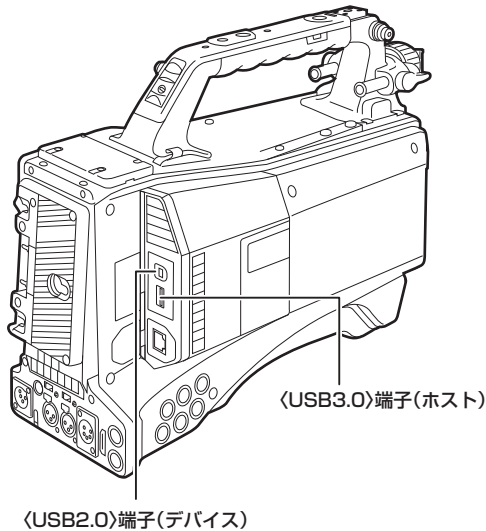

図 1
**1** 〈USB2.0〉 端子 (デバイス) に USB ケーブルを接続する。(図 1)